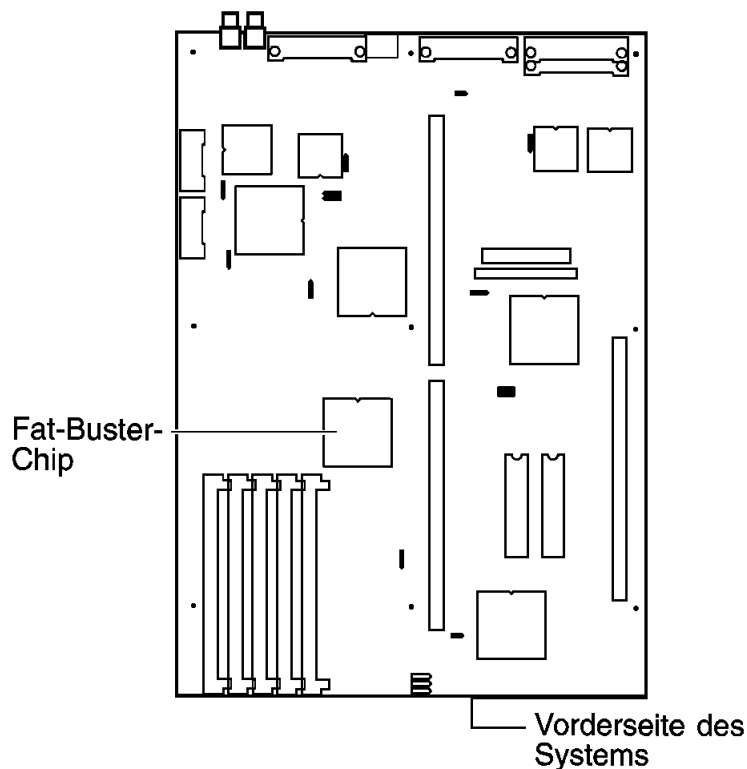

Abbildung 4-8. A4000-Hauptplatine
2. Wenn Sie den Chip nicht sehen können, bauen Sie vorsichtig die störenden Erweiterungskarten aus. Anweisungen dazu finden Sie in der Abbildung 4-8.